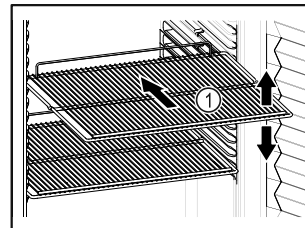

Fig. 86 Shembull ilustrues
- Nëse raftet me rrjetë Fig. 86 (1) mund të zhvendosen, atëherë përshtatini sipas lartësisë.